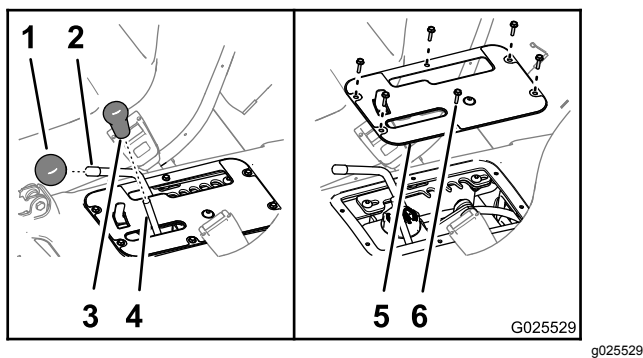

Figura 68
1. Rimuovete le manopole dalla leva di sollevamento idraulico e dalla leva del range di velocità (Figura 68).
2. Rimuovete le 6 viti a rondella esagonale (n. 10 x 3/4") che fissano la piastra di copertura dei comandi alla base del sedile, quindi togliete la piastra di copertura (Figura 68).
6. Allineate i fori nella piastra di copertura dei comandi con i fori alla base del sedile (Figura 68).
7. Fissate la piastra alla base con le 6 viti a rondella esagonale (Figura 68) rimosse alla fase 2.
8. Avvitare le manopole sulle aste della leva di sollevamento idraulico e della leva del range di velocità (Figura 68).
2. Rimuovete le manopole dalla leva di sollevamento idraulico e dalla leva del range di velocità (Figura 68).
3. Rimuovete le 6 viti a rondella esagonale (n. 10 x 3/4") che fissano la piastra di copertura dei comandi alla base del sedile, quindi togliete la piastra di copertura (Figura 68).
9. Allineate i fori nella piastra di copertura dei comandi con i fori alla base del sedile (Figura 68).
10. Fissate la piastra alla base con le 6 viti a rondella esagonale (Figura 68) rimosse alla fase 3.
11. Avvitare le manopole sulle aste della leva di sollevamento idraulico e della leva del range di velocità (Figura 68).